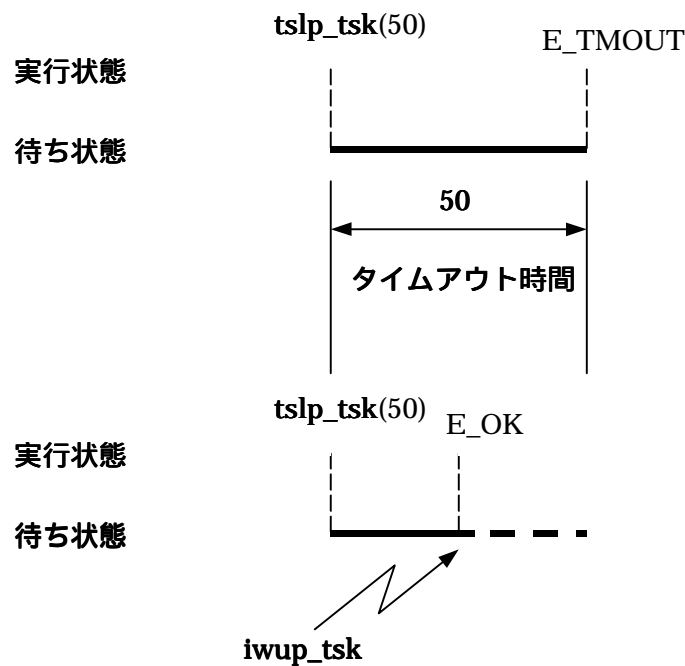

図 3.36 タイムアウト処理
- タスクを待ち状態に移行するシステムコール⁴²にタイムアウトを指定することができます。システムコール名は、tslp_tsk、twai_flg、twai_sem、trcv_msg です。タイムアウトの指定時間が経過するまでに待ち解除条件が満たされない場合、エラーコード E_TMOUT を返し、待ち状態が解除されます。待ち解除条件が満たされた場合は、エラーコードは E_OK を返します。(図 3.36参照)